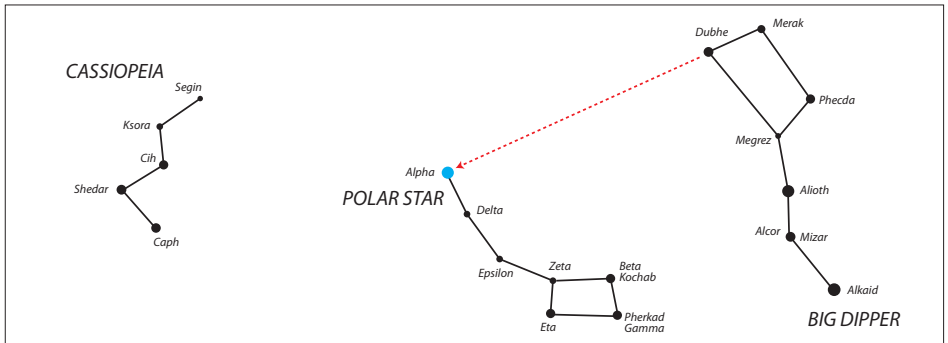

Fig. 2a
2. Ziehen Sie eine imaginäre Linie von dem unteren Stern (Merak) an der Vorderkante bis zum oberen Stern (Dubhe) an der vorderen Ecke. Verlängern Sie die Linie bis zum ersten hellen Stern, den Sie sehen können. Das ist der Polarstern. (Fig. 2a).